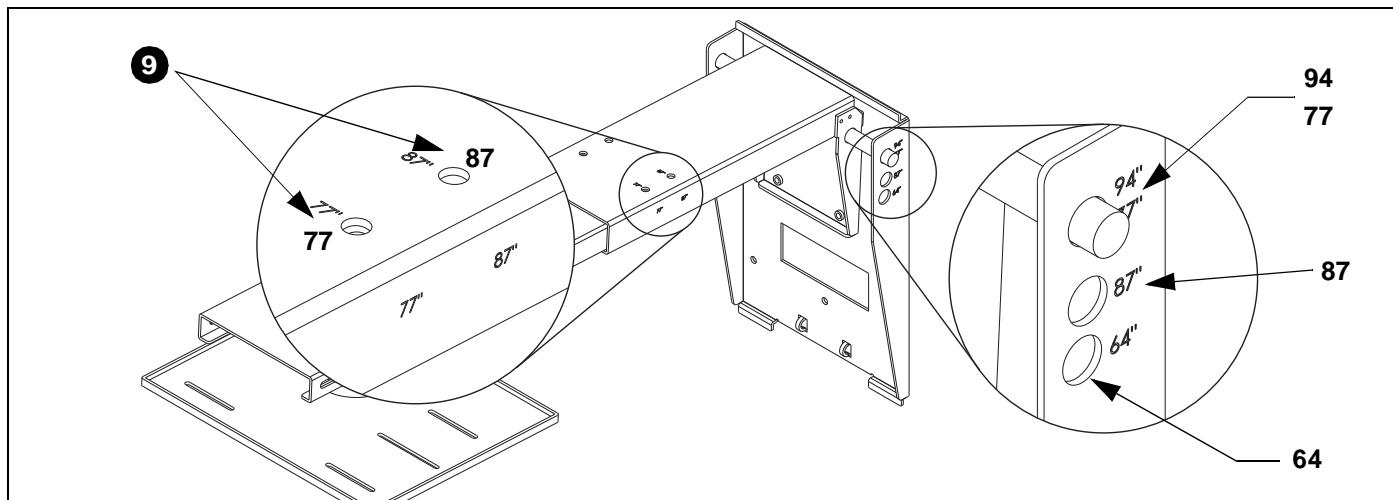

Figura 11
Veja a Figura 11 para o posicionamento
9. Utilize o equipamento (guardado no Passo 1) para conectar o braço articulado ao suporte da placa SMART. (Ver Figura 11)